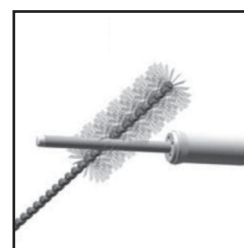

Fig. 20
- a. Éliminer tous les dépôts de peinture. (Voir fig. 20)